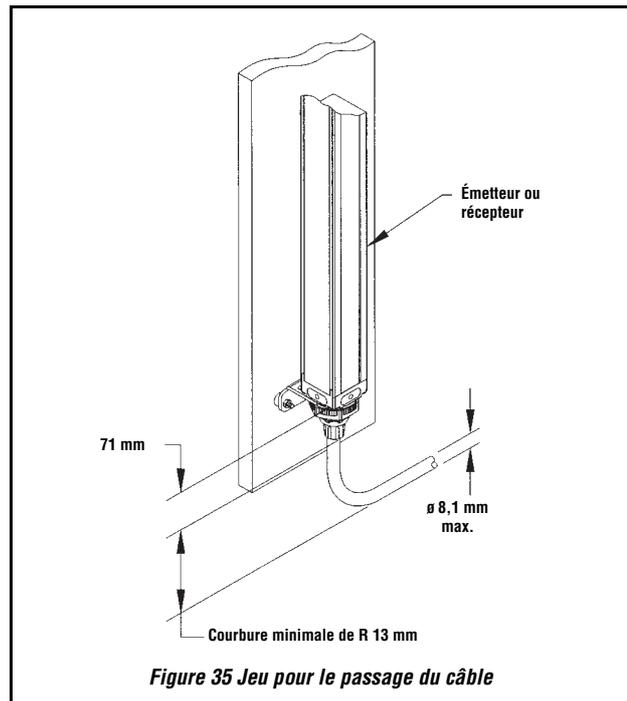

Figure 35 Jeu pour le passage du câble
7) Raccorder les câbles blindés à l'émetteur et au récepteur et les poser (en respectant le code de câblage local pour câbles de commande en CC basse tension) jusqu'à l'emplacement du contrôleur en prenant en compte la dimension des jeux comme illustré en Figure 35 en page 36.